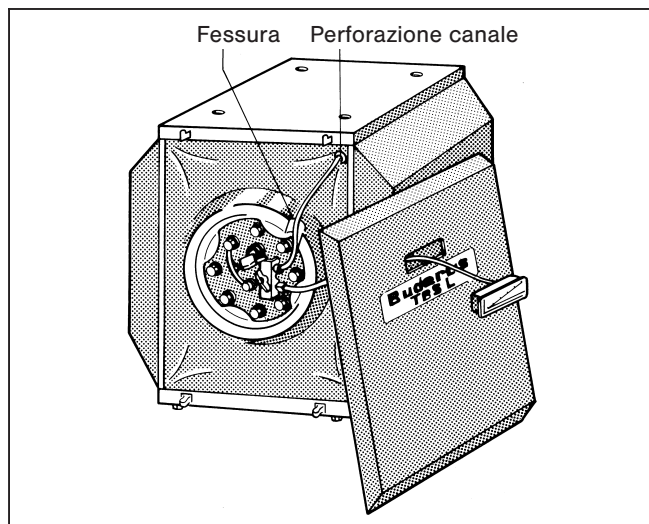

Fig. 7
- Estrarre la sonda alla perforazione del canale passacavi al fronte dell'accumulatore e fissarla nel supporto fissaggio sonda sul coperchio passamano (Abb. 7).
- Condurre la sonda per il termometro per l'acqua calda sanitaria* (FB) dal davanti attraverso il ritaglio del pannello anteriore del mantello ed inserire il corpo termometro nel ritaglio (Fig. 7).
- Srotolare il cavo della sonda, inserirlo nella fessura della protezione antitermica e applicarlo nel supporto di fissaggio sonda sul coperchio passamano (Fig. 7).